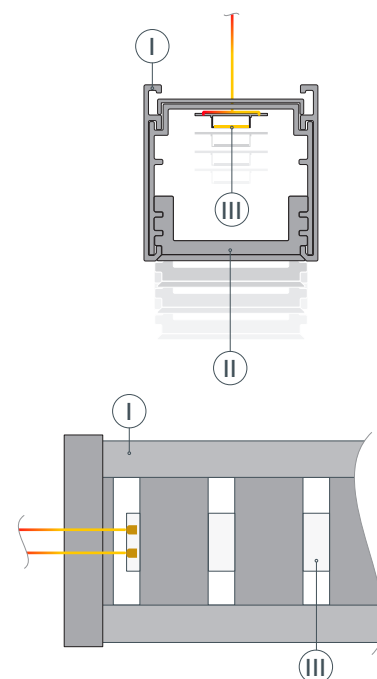

Рис. 5. Установка светодиодной ленты ③. Вид сверху
- 4** / Перед приклеиванием светодиодной ленты ③ рекомендуется обезжирить поверхность профиля ①. Установите светодиодную ленту ③ на профиль ①. Максимально допустимая для подключения длина отрезка светодиодной ленты указана в инструкции к светодиодной ленте.
Протяните через прорезь в профиле ① кабели питания светодиодной ленты ③, как показано на рис. 5. Установите на профиль ① экран ②. Подключите светодиодную ленту ③ к источнику питания, строго соблюдая полярность, обозначенную на плате светодиодной ленты.